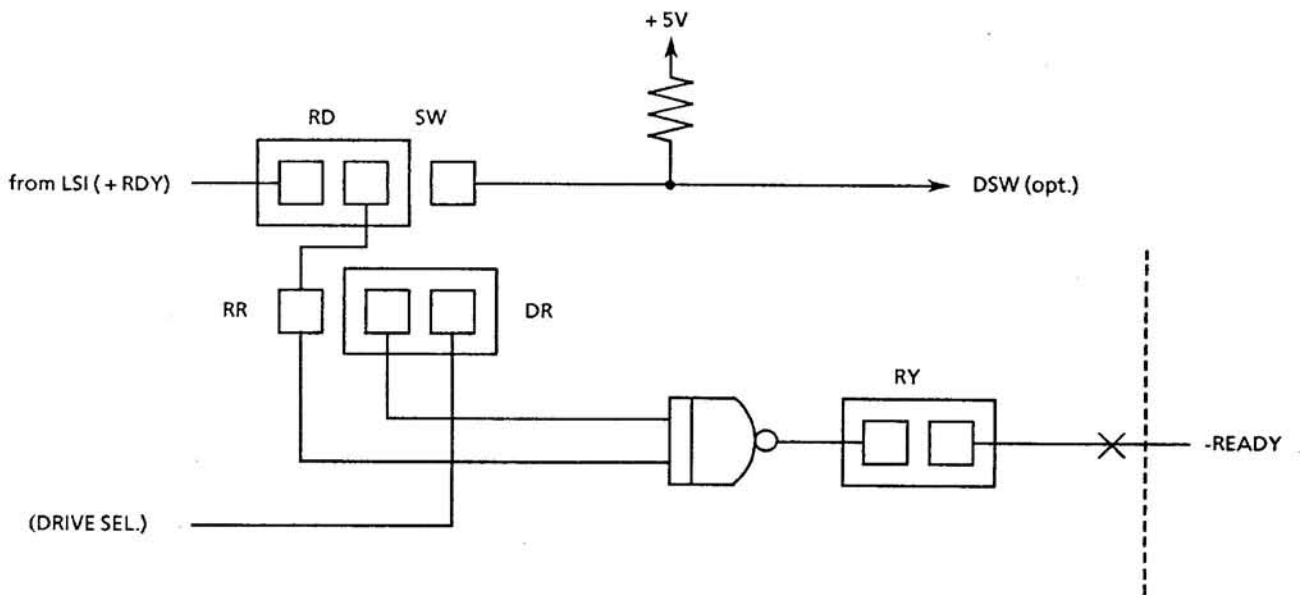

Figure 4-2 JUMPER CONFIGURATION FOR READY
4.2.5 RY Jumper: (see figure 4-2)